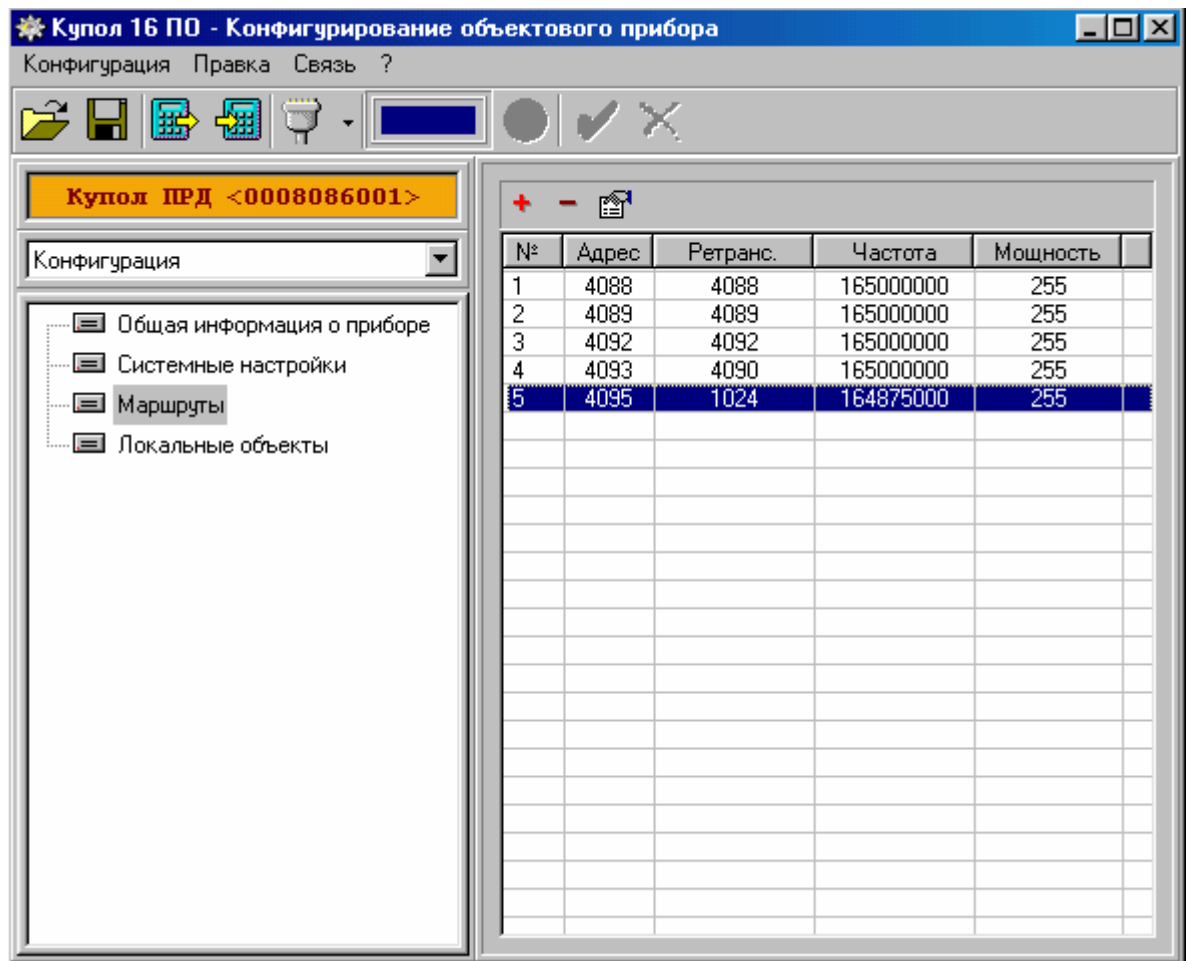

Рис. 10.3. Типовое окно редактирования маршрутов.
10.2.4.2.1.2. Типовое окно редактирования маршрутов в приборе «**Планар ОП-ПРД**» приведено на рис. 10.3.